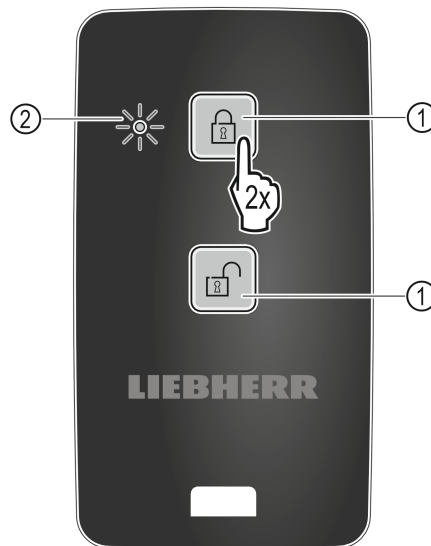

Fig. 79
- Eine Taste auf Fernbedienung Fig. 79 (1) zweimal drücken.
- ▷ Die Status-LED Fig. 79 (2) auf der Fernbedienung blinkt dreimal.